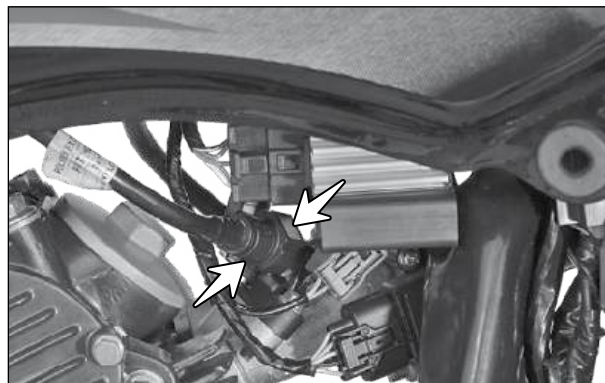

Fig. 1.32
- Pressione a trava do conector de engate rápido da mangueira de combustível e desconecte a mangueira de combustível do conjunto do injetor de combustível. (Fig. 1.32)